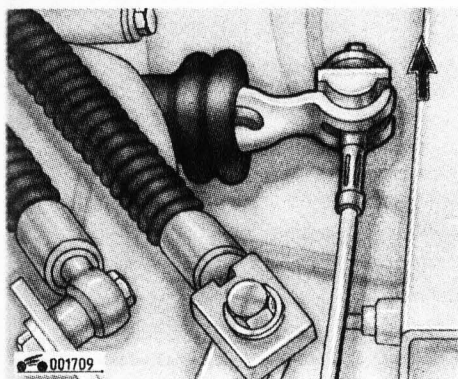

Рис. 5.6. Проверка работы регулировочного механизма
2. Переместите примерно на 10 мм приводной рычаг на коробке передач в направлении, противоположном тросу (рис. 5.6). Он должен свободно перемещаться. Если это не так, значит, неисправен регулировочный механизм и необходимо заменить трос привода выключения сцепления.